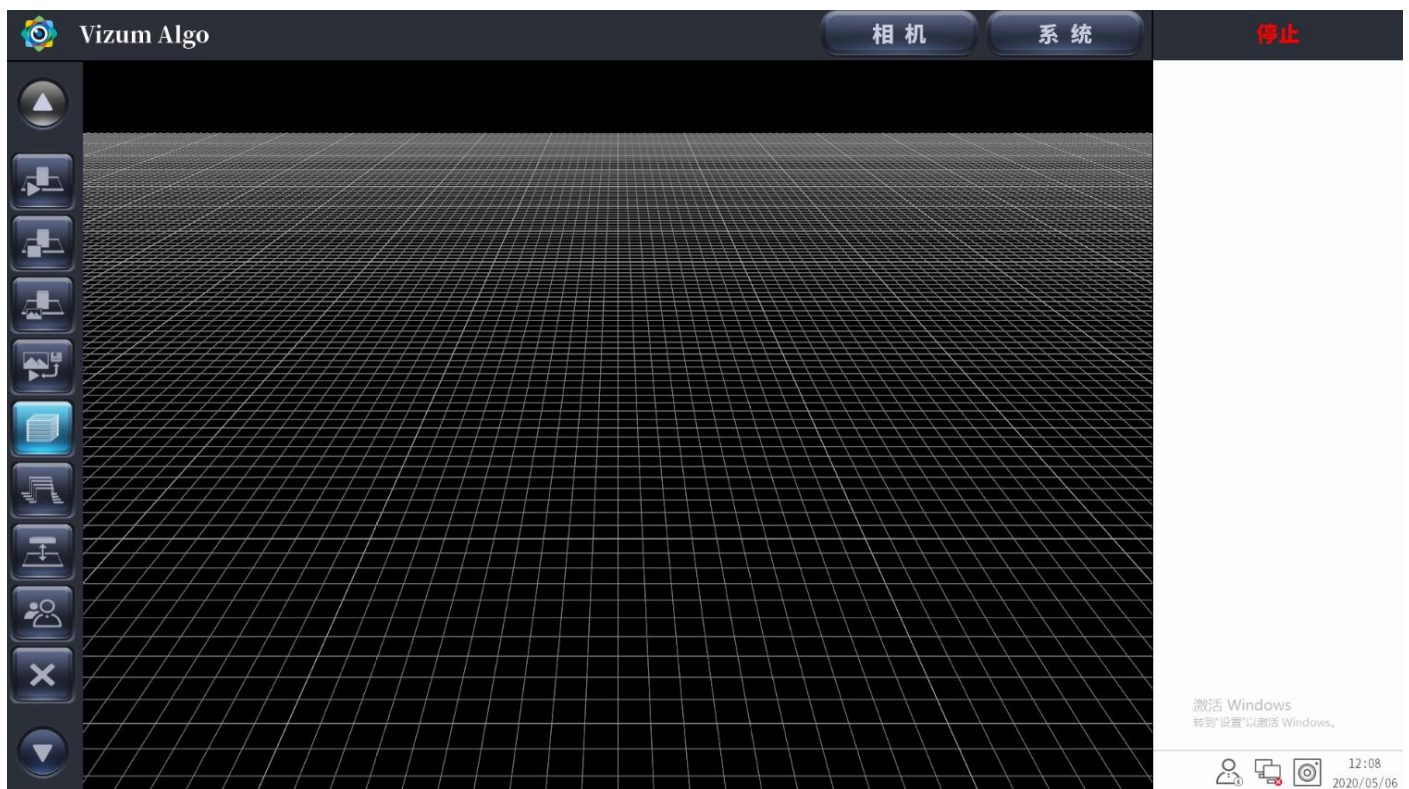

图 2 初始界面
1、安装 VizumAlgo 软件前请关闭 PC 防火墙功能及杀毒软件，软件安装成功后，放置检测物体于基准面上，打开 VizumAlgo 软件，进入初始界面。图 2 界面说明：